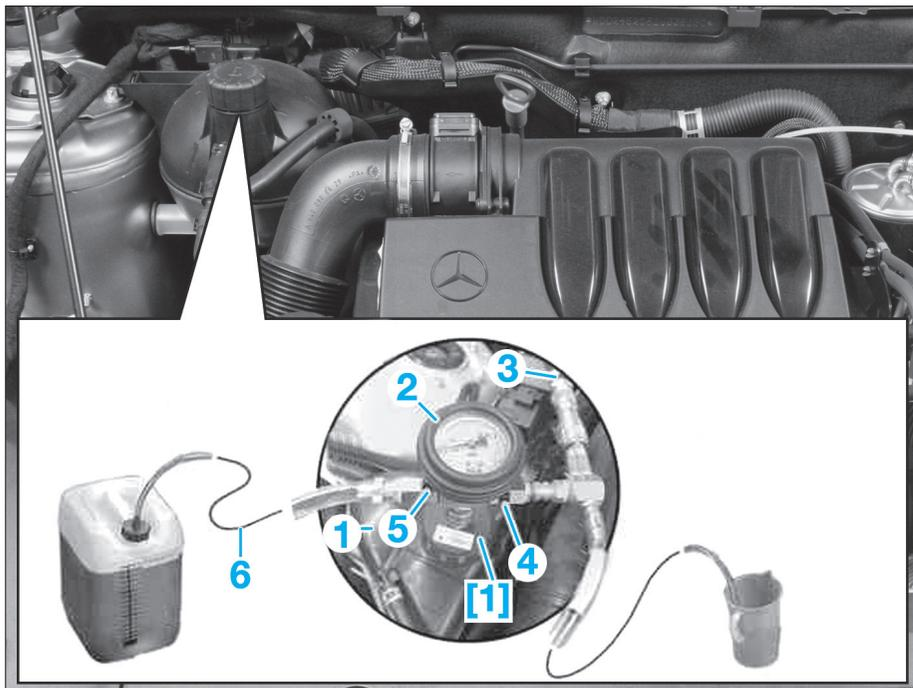

FIG. 36
- [1]. Bouchon de contrôle (ref. 169 589 00 91 00) (Fig.36).
- Visser le bouchon de contrôle [1] sur le réservoir d'expansion (1) (Fig.36).